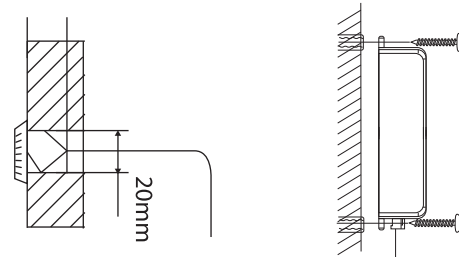

Рис. 1
- Установите DIP-переключатель «TIME», «5» в позицию «ON» (вверх) (рис. 1).